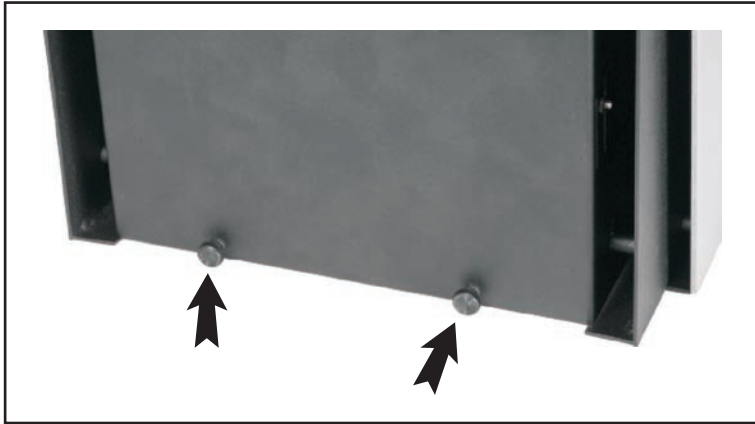

Abbildung 7: Einstellschrauben zum Einstellen des Zuführungswinkels
6. Lösen Sie die Muttern gegenüber den beiden Einstellschrauben mit dem Einstellwerkzeug (siehe Abbildung 7).